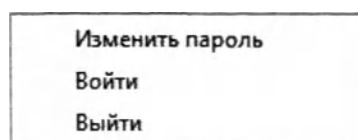

Рисунок 5. Всплывающее окно «Вход» для защищенных паролем учетных записей пользователей
пользователя) будет включать опцию изменения пароля (Рисунок 5). Нажмите данную опцию для изменения существующего пароля. Появится запрос на ввод существующего пароля и нового пароля – дважды для подтверждения.
2. Нажмите *Выйти* во всплывающем окне (см. рисунок 5). В схеме входа 'По уровню доступа', Ваш уровень доступа автоматически вернется к уровню Оператор.